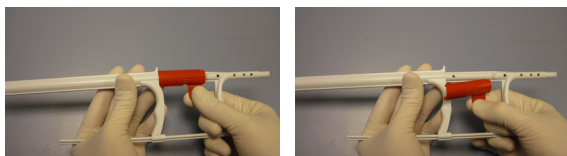

Figura 3 – Manipulação do bloqueio de transporte
- O stent autoexpansível encontra-se comprimido no espaço entre o lúmen para o fio-guia e a bainha de aplicação do stent. O movimento involuntário do stent durante a retração da bainha é limitado pelo dispositivo de aplicação. A bainha de aplicação do stent dispõe de uma zona radiopaca na extremidade distal. A ponta também é radiopaca. O sistema dispõe igualmente de marcadores radiopacos localizados proximal e distalmente em relação ao stent carregado. Antes da aplicação, o bloqueio de transporte (Figura 3) tem de ser removido e eliminado.